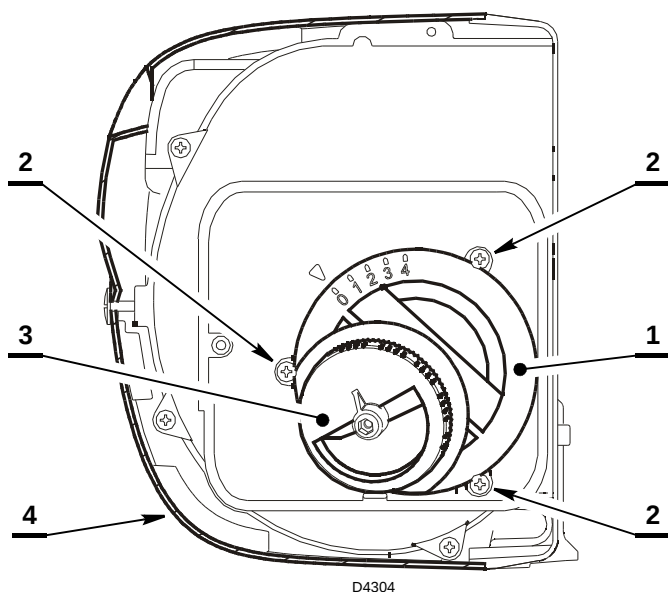

Abb. 17
In Abhängigkeit von der Brennerleistung muss die Luft durch Drehung des Zuführers 1) (Abb. 17), dann des Drehknopfes 3) eingestellt werden.
- Die Brennerhaube 1) (Abb. 17), entfernen, die vier Schrauben 2) lockern;
- Wird durch Drehung des Knopfs 3) (Abb. 17) ausgeführt. Die Rechtsdrehung begrenzt den Luftdurchlass und bewirkt eine Erhöhung des CO₂-Wertes; gegen den Uhrzeigersinn erfolgt das Gegenteil.
Der Lufteintritt im Drehknopfbereich 3) (Abb. 17), und am Ansauggitter 10) (Abb. 3), darf ausser durch die Brennerhaube aus keinem Grund verstopft werden.
Es ist verboten, Finger oder Werkzeug in die Einlassöffnung des Drehknopfes 3) (Abb. 17) zu stecken.